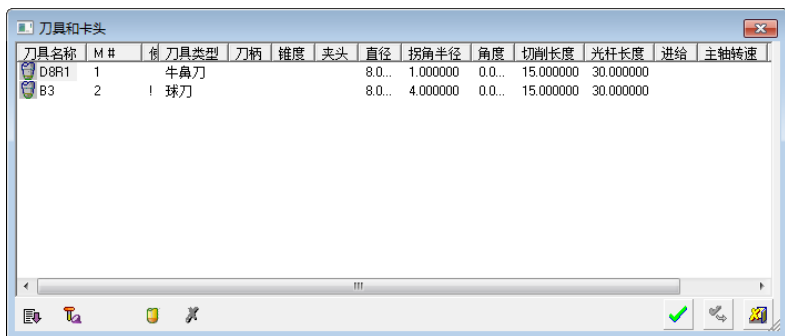

图 4-48 “刀具和卡头”对话框(2)
3) 选择刀具。单击“刀具和夹头”按钮，弹出“刀具和卡头”对话框（2），选择 D8R1 牛鼻刀，如图 4-48 所示。